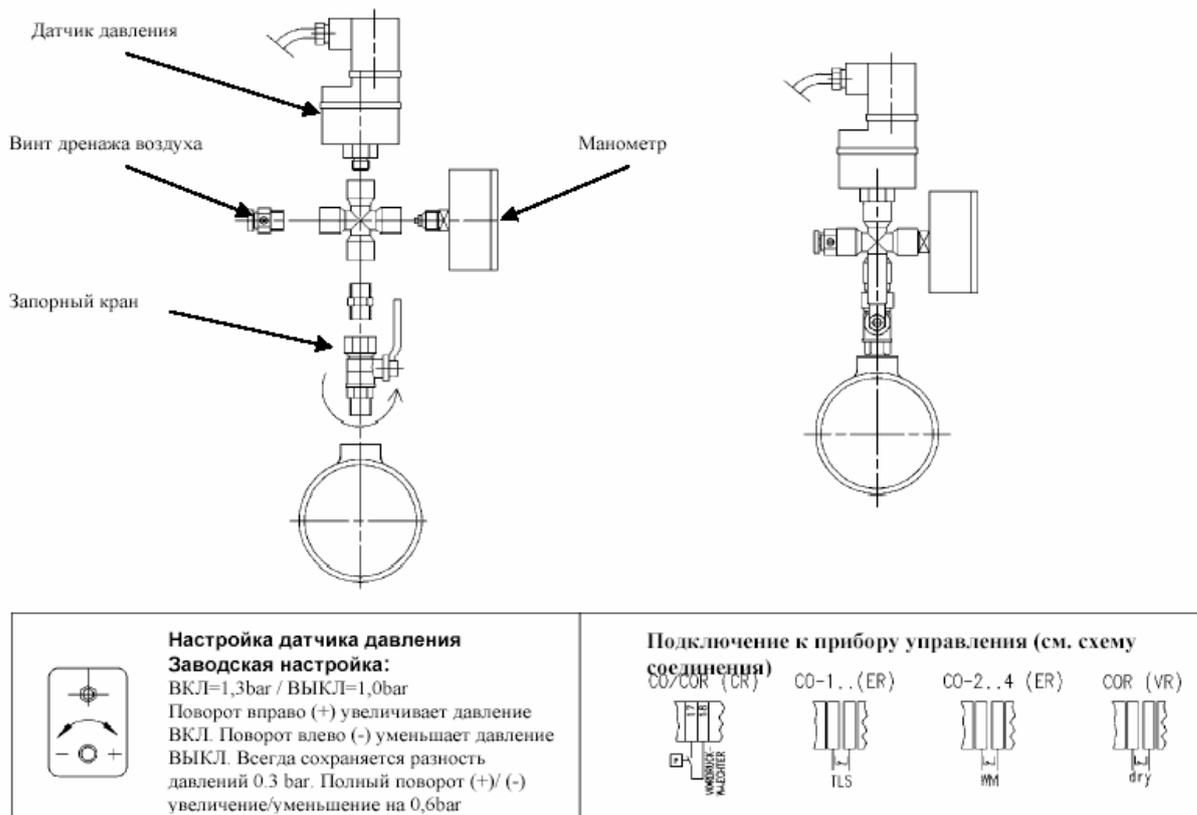

Рисунок 5. Сборочный комплект для датчика защиты от сухого хода (WMS)
Установки с нормальновсасывающими насосами могут подключаться к водопроводной сети как через накопительный бак рис. 6, так и напрямую рис. 5. Описание насосов, входящих в нее Вы можете найти в прилагаемой инструкции по монтажу и эксплуатации данной серии насосов.
В качестве принадлежностей предлагается датчик защиты от сухого хода (WMS) (рис. 5), подключаемый к всасывающему коллектору, контролирующий давление на входе в насос. Датчик защиты от сухого хода
- Датчик защита от сухого хода (WMS) (рис. 5), при заказе, монтируется на всасывающем коллекторе установки;